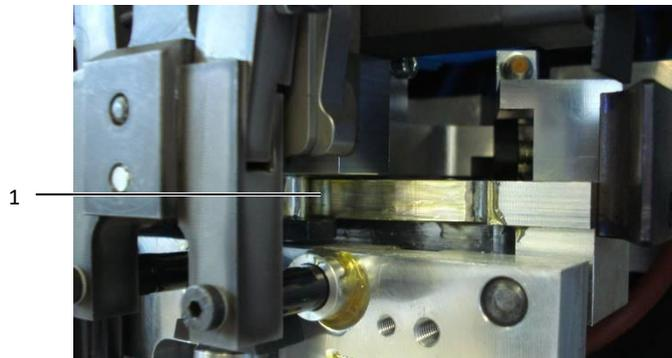

Abb. 27: Werkzeugschlitten
- Schmieren Sie die Berührungsfläche (Abb. 27, Pos. 1).